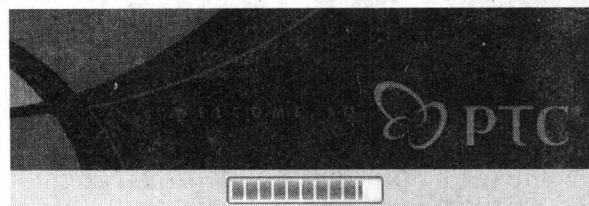

图 1-5 安装启动界面
(1) 由于 Pro/ENGINEER Wildfire 3.0 中文版需要软件许可证，因此首先把许可证文件 license.dat 复制到硬盘的某个位置下，如 C:\proe\ license.dat。
(2) 将安装光盘插入光驱中, Pro/ENGINEER Wildfire 将自动进行安装, 出现如图 1-5 所示的安装启动界面。